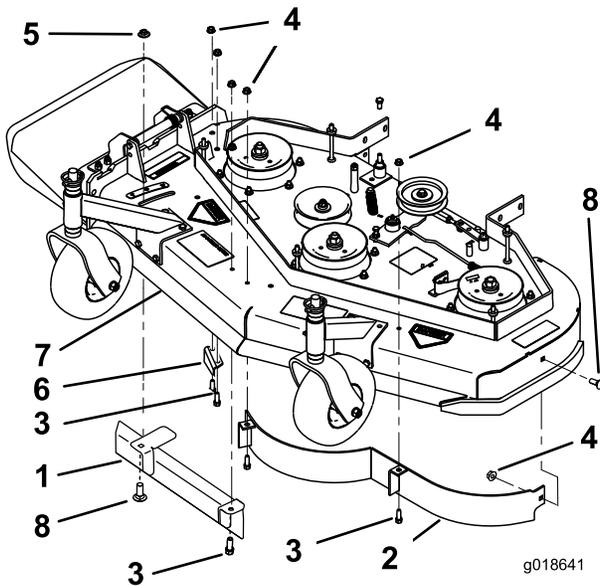
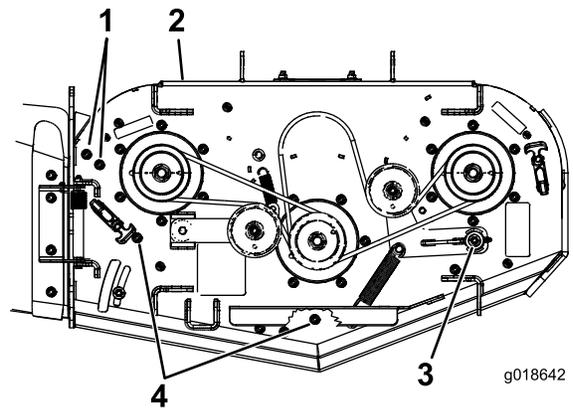

Figura 3
Figura 4
1. Retire las tuercas y los pernos que sujetan el deflector delantero izquierdo en su lugar (Figura 3 y Figura 4).
2. Retire las tuercas y los pernos que sujetan el deflector de descarga en su lugar (Figura 3 y Figura 4). Instale las tuercas y los pernos para tapar los taladros después de retirar el deflector.
3. Retire la tuerca grande con arandela prensada y el perno, o el bloqueo de leva y la arandela, desenroscándolos del deflector de flujo ajustable (Figura 3).
4. Retire la tuerca y el perno que sujetan el deflector de flujo ajustable en su lugar (Figura 3).